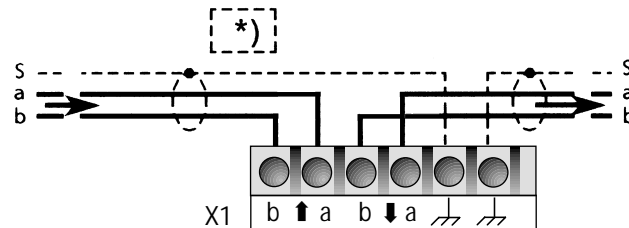

Fig. 2
- A. GMG – MS 7/9 (Stromverstärk.-Prinzip) siehe Fig. 2, Teil A.1.
– MSDW (Stromschwäch.-Prinzip) siehe Fig. 2, Teil A.2.
- B. PMG – MS 8 (Pulsmeldetechnik) siehe Fig. 2, Teil B.
- C. SIGMASYS – MG siehe Fig. 2, Teil C.
Legende zu Fig. 2
- MS 7/9 (current amplification principle) See Figure 2, Part A.1.
- MSDW (current attenuation principle) See Figure 2, Part A.2.
- MS 8 (pulse-polling system) See Figure 2, Part B.
- C. SIGMASYS – MG See Figure 2, Part C.